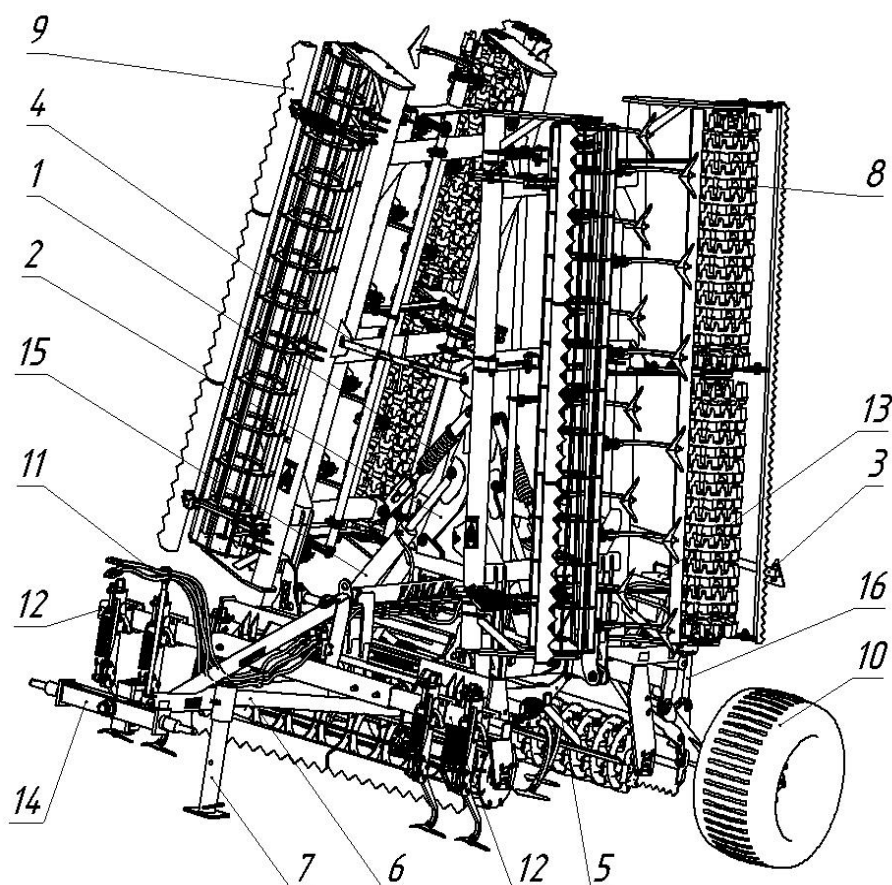
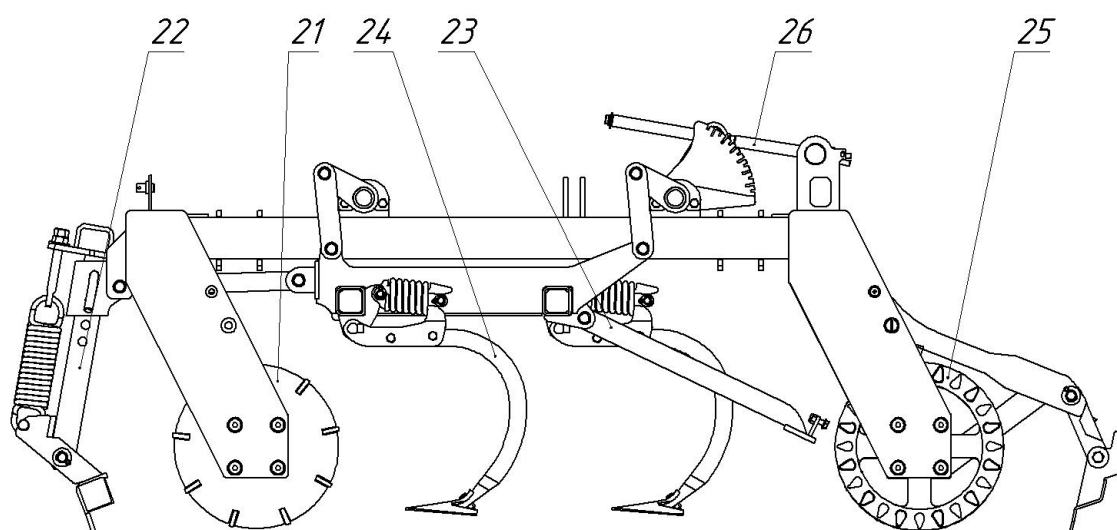

Рисунок 1 – Культиватор Стрельчатый Предпосевной Широкозахватный. Общий вид.
Рисунок 2 – Секция культиваторная.
Примечание – смотрите рис. 1, 2.
2.3.1 Основными узлами культиватора (Рис. 1) являются секции культиваторные поз. 5, 8, 9. Прицепное устройство – траверса поз. 14 расположено в передней части дышла 6. Сзади к секции культиваторной 5 крепится шасси 10, по бокам секции культиваторные поз. 8, 9. Секции 8, 9 с помощью цилиндров 15 имеют возможность поворачиваться на 90°, выстраиваясь в прямую линию. Стойка 7 обеспечивает устойчивость культиватора в стояночном положении. Цилиндры 16 позволяют регулировать высоту подъема культиватора относительно почвы. Перед началом движения необходимо поднимать стойку 7 в верхнее положение.
2.3.2 В состав каждой культиваторной секции 5, 8, 9 (Рис.1) входит один малый каток 21 (Рис. 2), две волокуши 22 и 23, восемь стрелчатых лап для поз. 5 (Рис.1) и по 12 стрелчатых лап 24 для поз. 8, 9 (Рис.1), каток 25, винт регулировочный 26 (регулировка заглубления стрелчатых лап).
- сложенное транспортное положение (Рис. 1);
- снять стяжку 4, фиксирующие крылья и установить её на держатели, находящиеся на секции 8 (Рис. 1); зафиксировать шплинтами.
2.5.2 Складывание в транспортное положение (Рис.1):
- зафиксировать крылья стяжкой 4. Зафиксировать стяжку шплинтами (Рис. 1).
2.6.4 Следорыхлители 12 (Рис.1) служит для заделки следов тракторных колёс. Регулировка осуществляется путём подъёма (опускания) лап следорыхлителя, после чего лапы фиксируются пальцами.
3.1.8 До начала движения КСПШ-8 необходимо проверить закреплены ли крылья стяжкой 4 (Рис.1), а сама стяжка должна быть закреплена шплинтами.
3.2.1 Подвести трактор задним ходом к траверсе 14 (рис. 1) и сцепить КСПШ-8 с трактором. Поднять стойку 7 вверх (Рис.1), зафиксировав их.
4.1 Все работы по техническому обслуживанию КСПШ-8 необходимо производить в рабочем (разложенном) положении, на ровной площадке с установленными под колёса КСПШ-8 противооткатами 13 и установленной в стояночное положение стойкой 7 (Рис. 1).